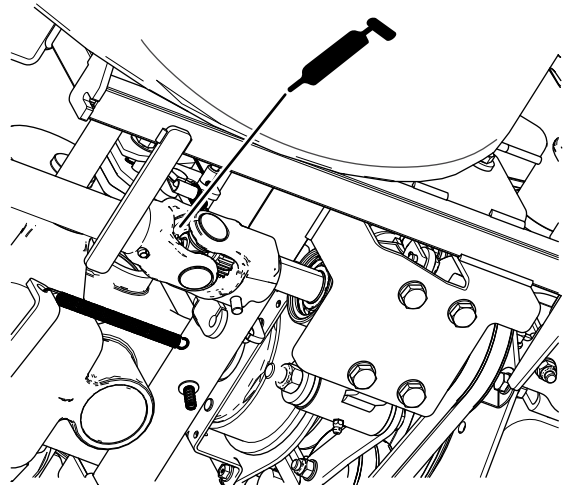

Figura 47
- Articulación en U trasera del árbol de transmisión en la toma de fuerza (Figura 47).